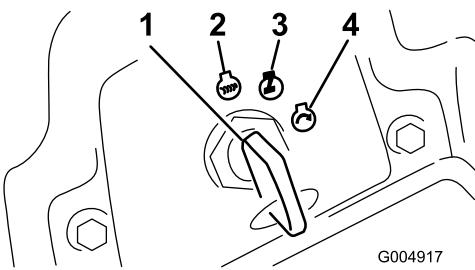

Figura 19
6. Rode a chave da ignição no sentido dos ponteiros do relógio para a posição Run (Figura 19).
- Rode a chave da ignição para a posição Off (desligar) (Figura 19). Espere até que todas as peças em movimento parem, antes de sair da posição de operação.